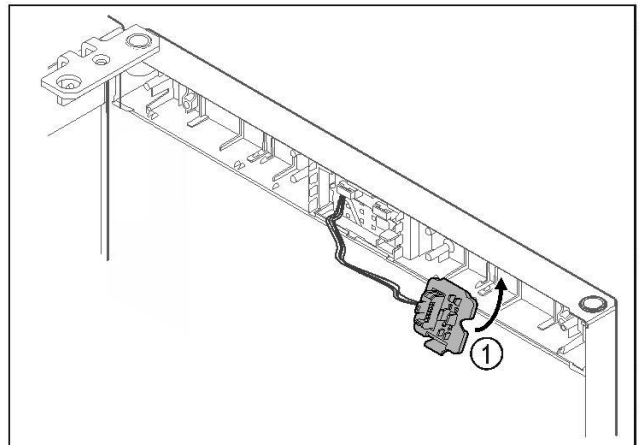

Fig. 19
- || Stekkerhouder Fig. 19 (1) aan tegenoverliggende zijde vergrendelen.